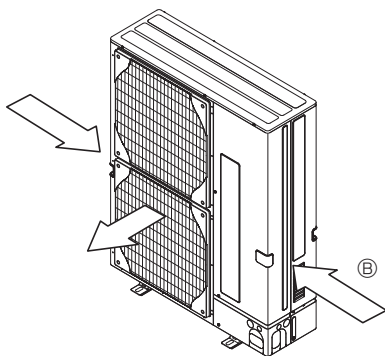

Fig. 2-5
- ③ Sijoita yksikkö siten, että ulos tuleva ilma virtaa kohtisuoraan vuodenaikalle tyypillisen tuulensuunnan suhteen, mikäli vain mahdollista. (Fig. 2-5)
④ Ilman suojausohjain
⑤ Tuulen suunta